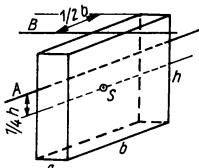

Bild 88
- 1. um eine Achse A , 2. um eine Achse B nach Bild 88 drehbar gelagert, und er führt jeweils eine sinusförmige Schwingung aus. Berechnen Sie die beiden Frequenzen.